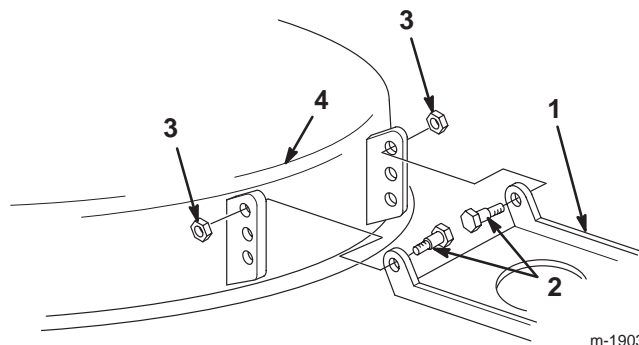

Bild 47
18. Bewegen Sie, wenn sich die 6- bis 16-mm-Neigung nach vorne nicht durch Drehen der Neigungseinstellmutter herbeiführen lässt, die Mähwerkbefestigungshalterung am Mähwerk (Bild 47).
19. Entfernen Sie die Ansatzschrauben und Sicherungsmutter vom Mähwerk (Bild 47).
20. Verlegen Sie das Mähwerksgelenk ein Loch tiefer und installieren Sie die Ansatzschrauben und Sicherungsmutter (Bild 47).